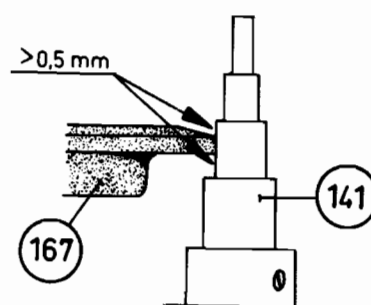

Fig.4
1. In de 4 speelstanden moet het tussenwiel 167 minstens 0,5 mm vrij liggen van de overige poelietrappen. (zie fig. 4).